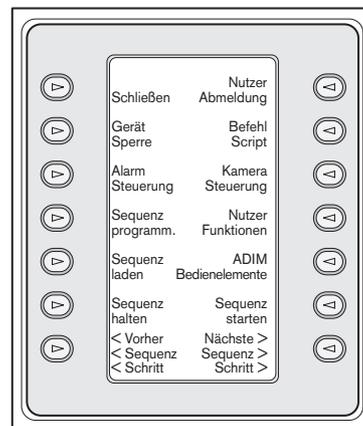

Abbildung 4-2 Allegiant Hauptsteuerungsmenü
- Nach der erfolgreichen Anmeldung des Nutzers wird im Softkey-Display das in **ABBILDUNG 4-2** gezeigte *Allegiant Hauptsteuerungsmenü* angezeigt.